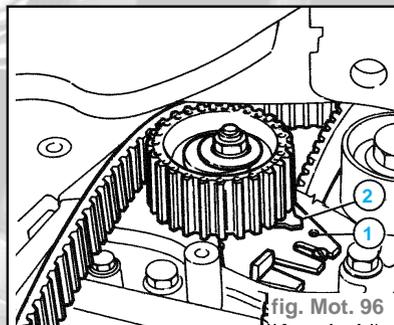

fig. Mot. 96
- Tourner de deux tours le vilebrequin dans son sens normal de rotation. Desserrer l'écrou de fixation du tendeur et faire coïncider le repère fixe (1) situé sur le support du tendeur, avec le repère mobile (2) du tendeur de courroie. Bloquer puis serrer au couple spécifié l'écrou du tendeur. Procéder ensuite à la repose des éléments qui ont été enlevés préalablement à la dépose de la courroie (fig. Mot. 96).